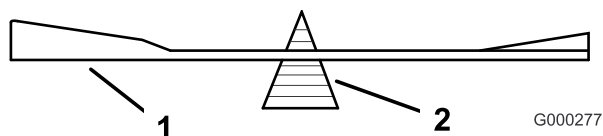
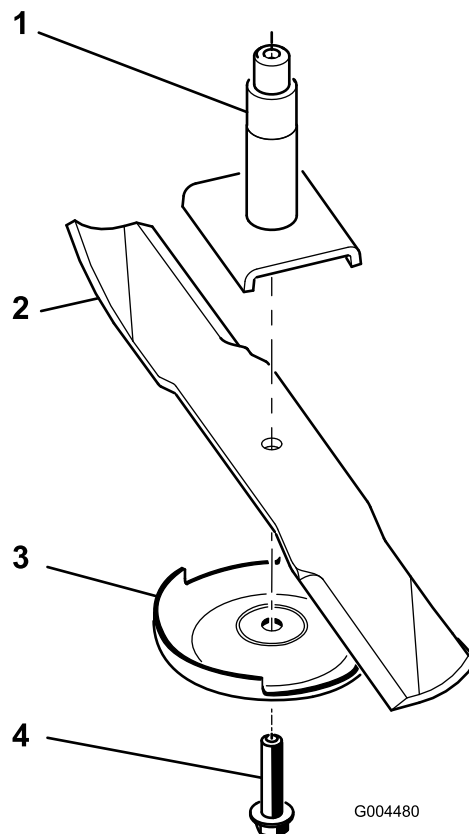

図 74
図 75
2. スピンドルのシャフトからブレード・ボルト、芝削り防止プレート、ブレードを取り外す(図 75)。
2. ブレード・ balanサー（図 74）を使ってバランスを調べる。ブレードが水平に停止すればバランスがとれているからそのまま使用してよい。もし傾くようなら、重い方の裏面を少し削って調整する（図 75）。バランスがとれるまで調整する。
1. スピンドル・シャフトにブレードを取り付ける（図 75）。
2. 芝削り防止プレートとブレード・ボルトを取り付ける（図 75）。